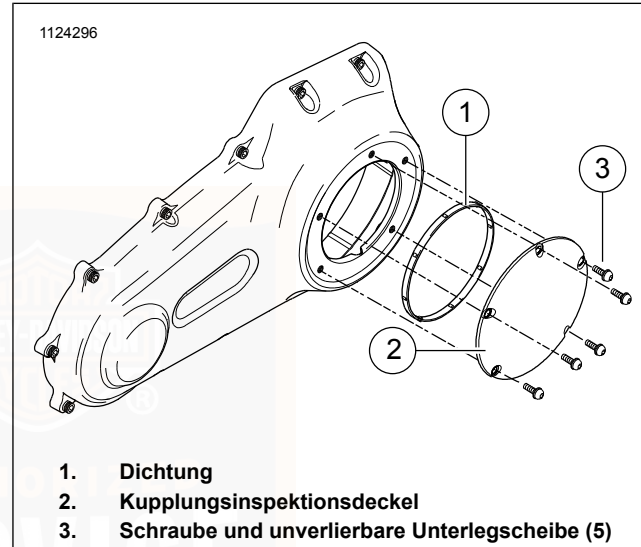
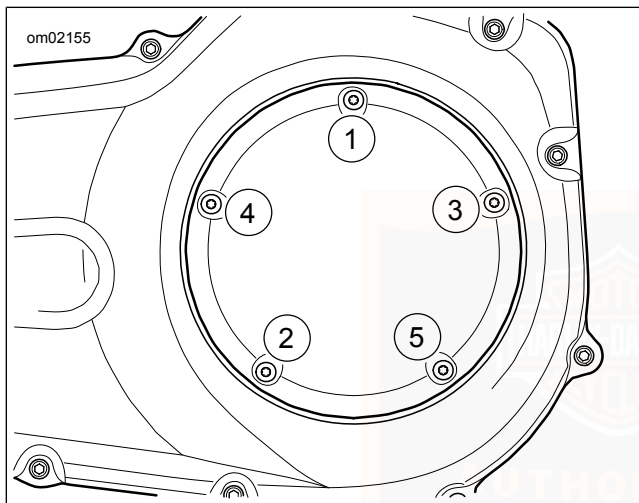

Abbildung 93. Kupplungsdeckel (Typisch)
Abbildung 94. Anzugsreihenfolge für Kupplungsdeckel
6. Siehe Abbildung 93. Schrauben (3) und Kupplungsinspektionsdeckel (2) entfernen.
- b. Siehe Abbildung 93. Die **neue** Dichtung (1) in die Nut des Kupplungsinspektionsdeckels (2) einsetzen. Jede Noppe auf der Dichtung in die Nut drücken.
- c. Den Kupplungsinspektionsdeckel (2) mit Schrauben und unverlierbaren Unterlegscheiben (3) sicher befestigen.
- d. Siehe Abbildung 94. In der angegebenen Reihenfolge auf folgendes Drehmoment anziehen: 9,5–12,2 N·m (84–108 **in-lbs**).